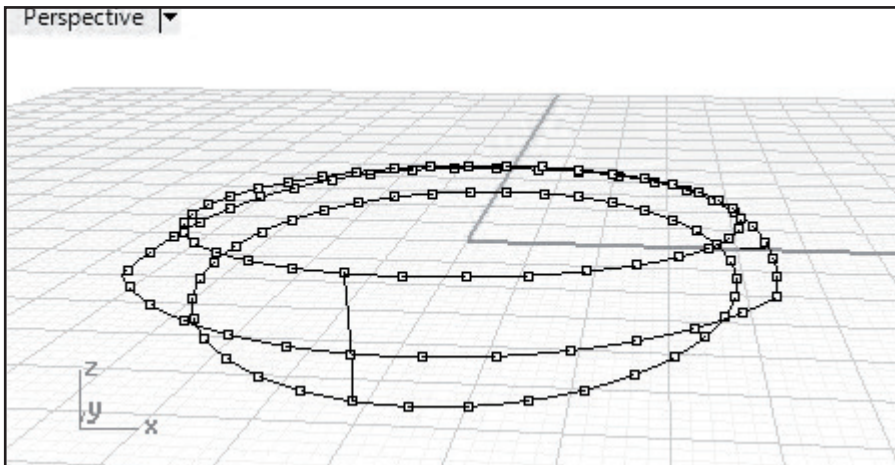

Рис. 77. Линия, соединяющая окружности
12. Строим дугу по трем точкам, лежащим на окружностях, соединяя их (рис. 77).